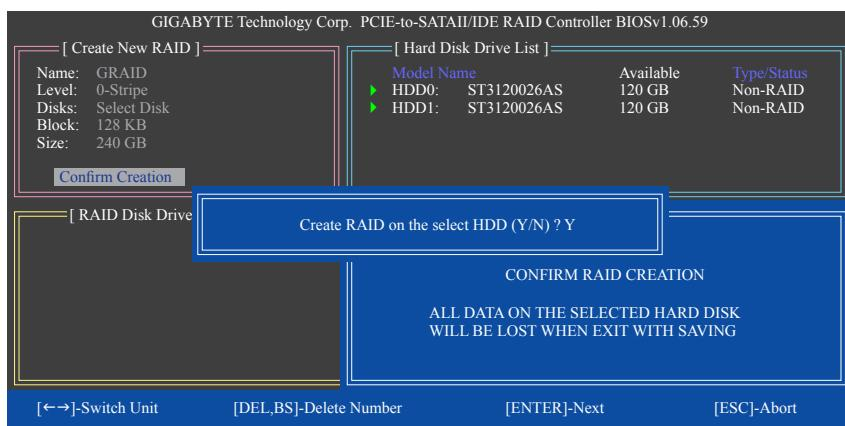

図 7
6. 作成の確認: 上の項目をすべて構成すると、選択バーは Confirm Creation 項目に自動的にジャンプします。<Enter> を押します。選択を確認するように求めるメッセージが表示されたら(図 7)、<Y> を押して確認するか <N> を押して中断します。